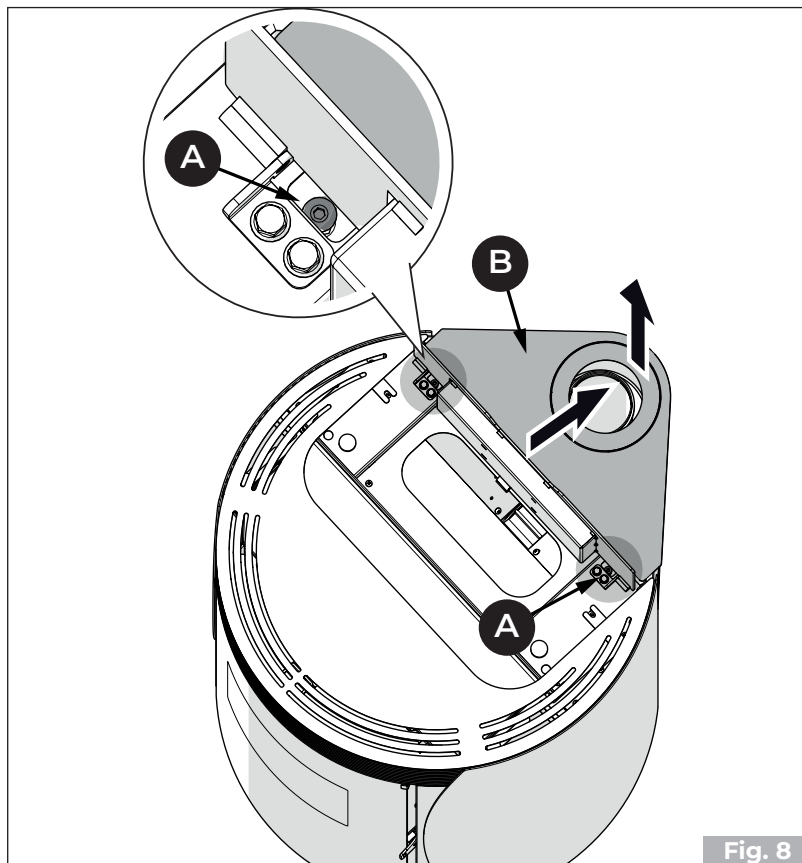

Fig. 8
- Otpustite vijke **(A)** i skinite gornji dio **(B)** (**Fig. 8**)